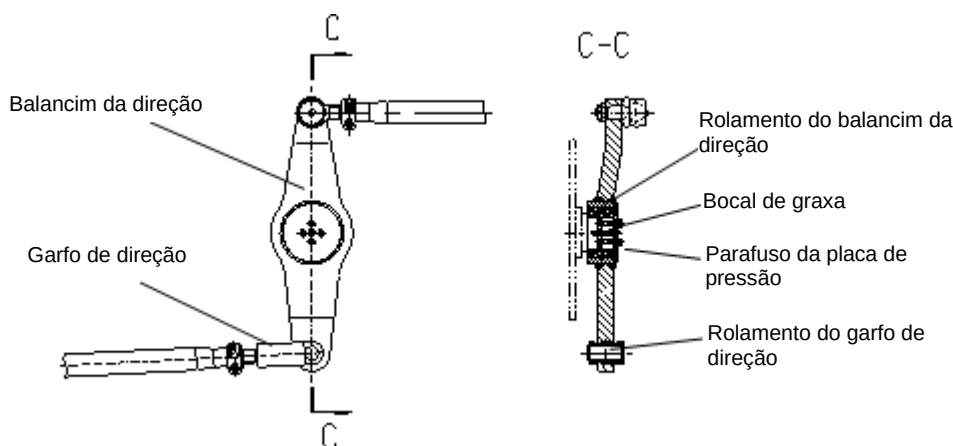

Figura 05 – 37
- e) Verifique o rolamento do garfo de direção. Consulte a Figura 05 – 38.